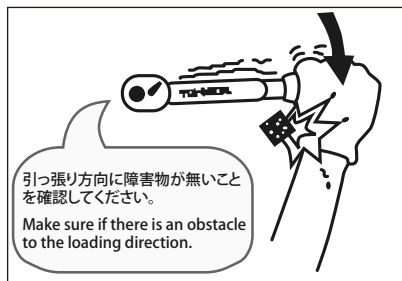

図2 Fig.2
- 狭い所での締め付け作業では手やひじに注意して下さい。(図2)